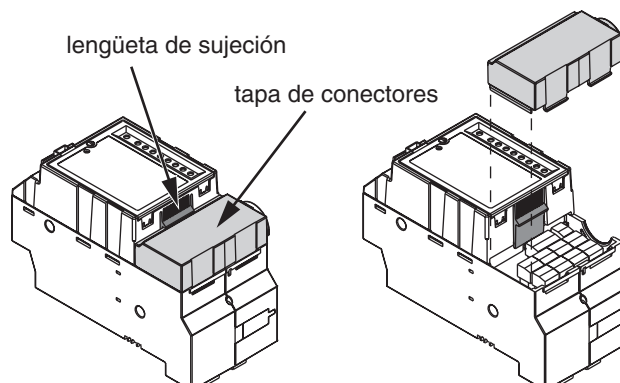

Figura 1: Desmontaje de la tapa y montaje de la extensión
3. Para quitar la tapa de conectores que está instalada, presione hacia abajo la lengüeta de sujeción que asegura a la tapa, y retírela del controlador (vea la Figura 1).